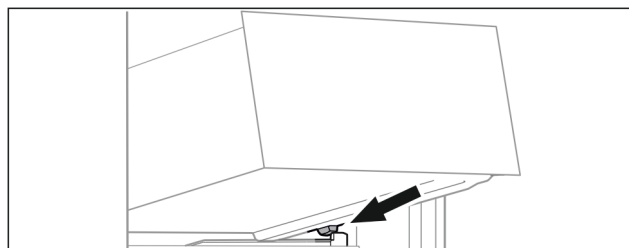

Fig. 110
- Vendosni sirtarin pjerrtas prapa ndaluesve mbi brinjën e kutisë. (shihni Fig. 110)